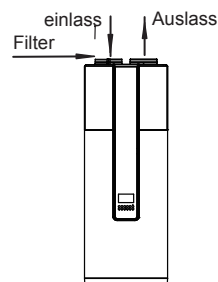

Abb. 3-14
5) Filterinstallation am Geräteeinlass. In Bezug auf die Einheit mit Kanal muss der Filter dort auf die Position des Kanaleinlasses gesetzt werden. (Abb. 3-14/3-15)